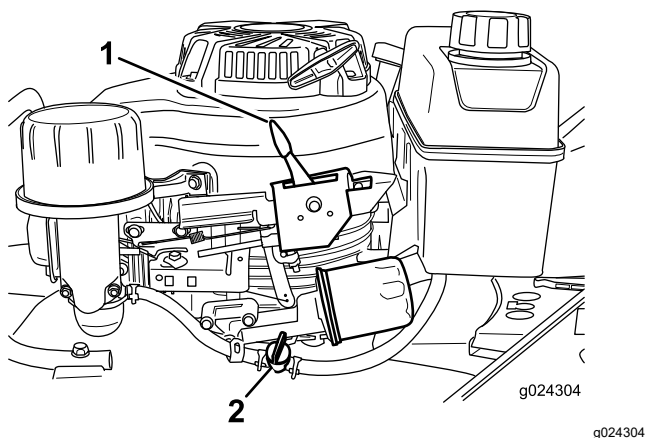

Figura 15
2. Abra la válvula de combustible moviendo la palanca de la válvula de combustible a la **derecha** (Figura 15).
Suelte la barra de control de las cuchillas y mueva la palanca de control del acelerador (Figura 15) a la posición de Parada.
Nota: Cierre la válvula de combustible (Figura 15) a menos que vaya a volver a arrancar el motor en breve.